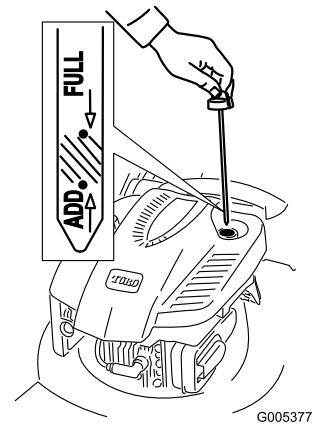

Figure 6
1. Retirez la jauge (Figure 6).
2. Versez de l'huile **lentement** dans le goulot de remplissage jusqu'à ce que le liquide atteigne le repère du plein (**Full**) sur la jauge (Figure 6). **Ne remplissez pas excessivement.** (Remplissage max. : 0,59 l, type : huile détergente SAE 30, classe de service API SF, SG, SH, SJ, SL ou supérieure.)
1. Retirez la jauge, essuyez-la sur un chiffon et remettez-la dans le goulot de remplissage (Figure 6).
2. Sortez de nouveau la jauge et contrôlez le niveau d'huile (Figure 6). Si le niveau n'atteint pas le repère minimum (**Add**) sur la jauge, versez **lentement** suffisamment d'huile dans le goulot de remplissage pour faire monter le niveau jusqu'au repère maximum (**Full**). **Ne remplissez pas excessivement.** (Remplissage max. : 0,59 l, type : huile détergente SAE 30, classe de service API SF, SG, SH, SJ, SL ou supérieure.)